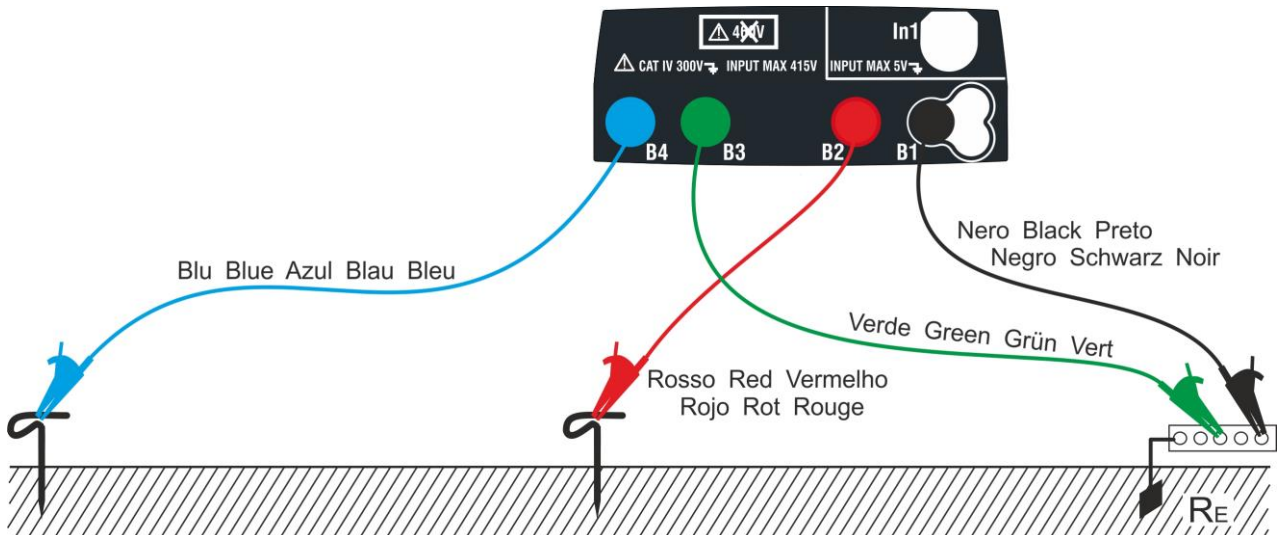
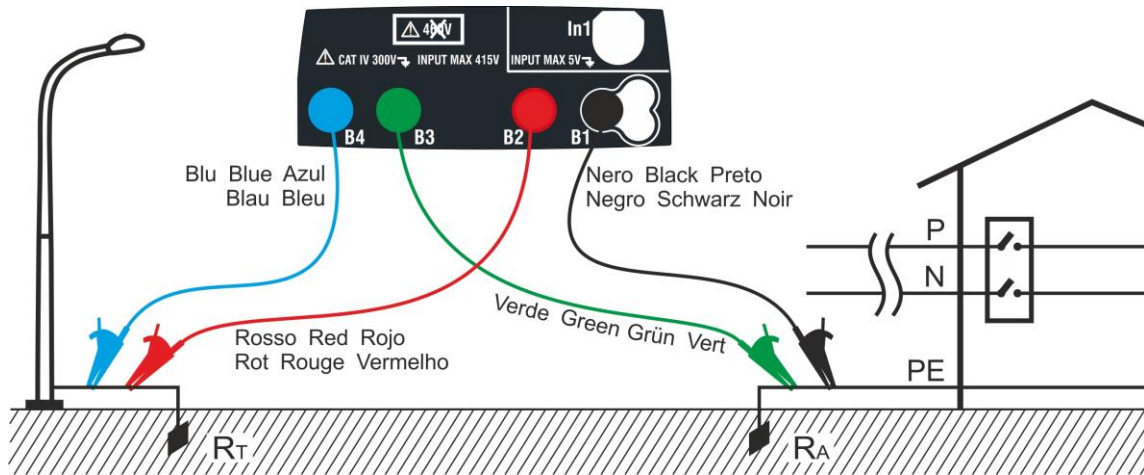
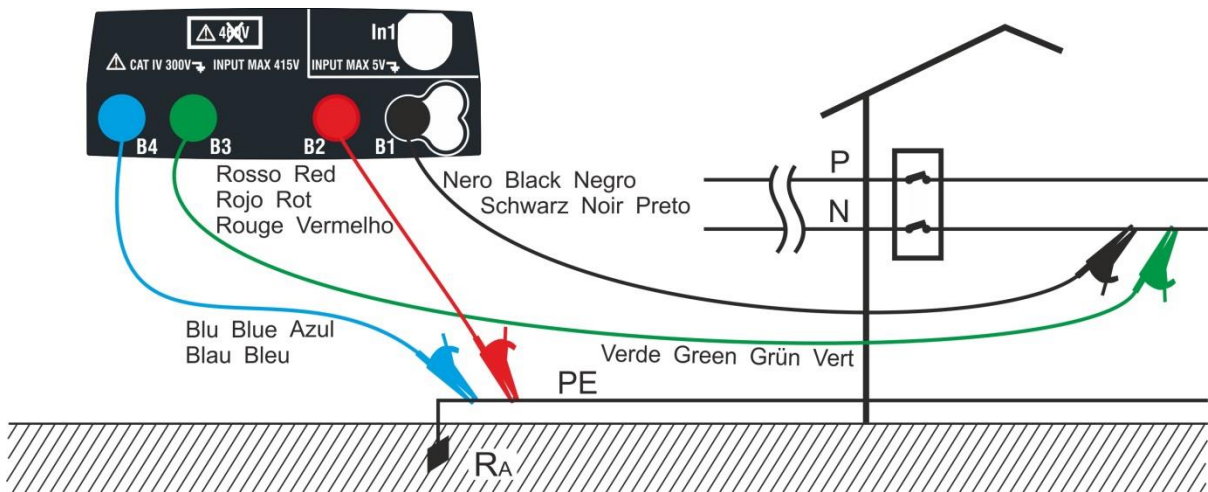

Fig. 28: Medida de la resistencia de tierra a 3 hilos
Fig. 29: Medida de la resistencia de tierra a 2 hilos con dispensador auxiliar
Fig. 30: Medida de la resistencia de tierra a 2 hilos del cuadro de alimentación
- 12 Conecte los cocodrilos a los dispersores auxiliares y a la instalación en examen de acuerdo con la Fig. 28, Fig. 29, Fig. 30 o Fig. 31